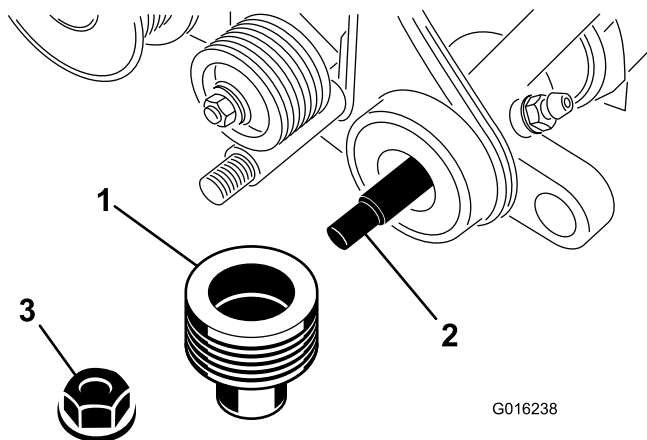

Figura 31
6. Retire la contratuerca con arandela prensada que sujeta la polea arrastrada al extremo del eje del acondicionador (Figura 31). Retire la polea.